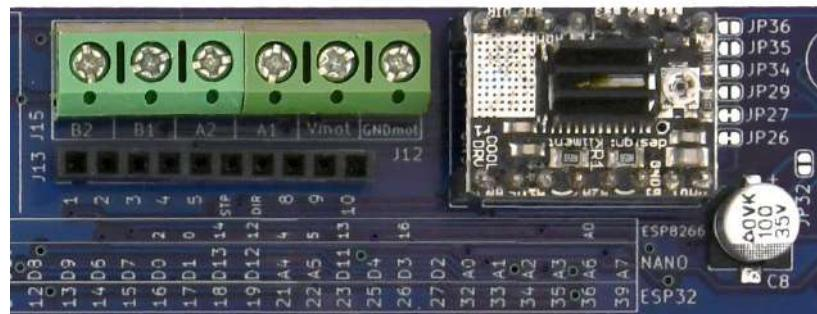

Figure 91 – Un modulo DRV8825 inserito nel socket BRD2
- Inserire il modulo nel socket BRD2 facendo attenzione all'orientamento dei pin (vedere Figure 91)